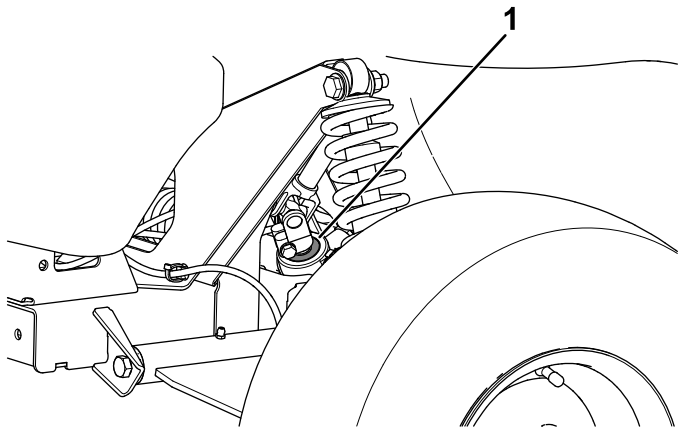

Figura 42
**Importante:** Inspeccione la condición y la integridad de la junta entre el eje y el piñón (Figura 42).